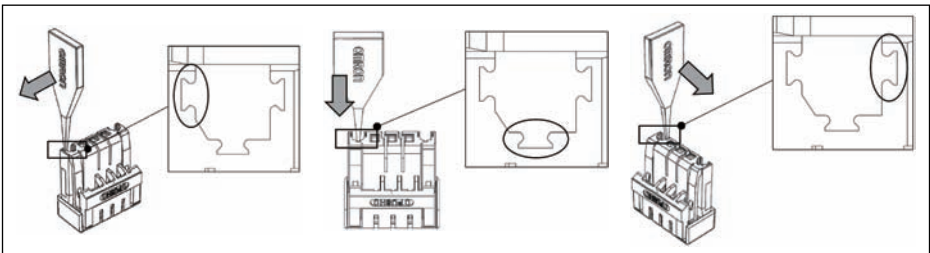

图2
- (2) 按照图2所示的朝向对准编码键的OMRON标识与连接器的插入孔，在此状态下将编码键直线插入到底。